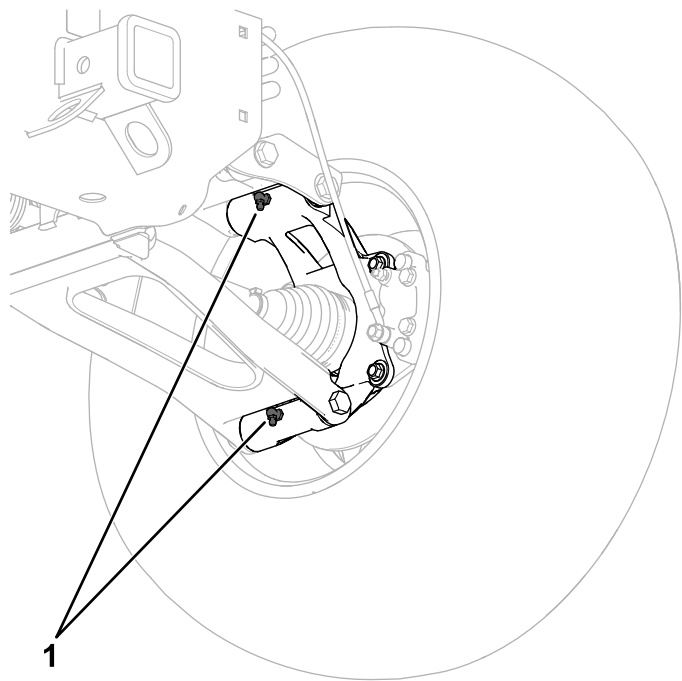

Figure 26
- **Pivots de fusée arrière (4)** ; voir Figure 26